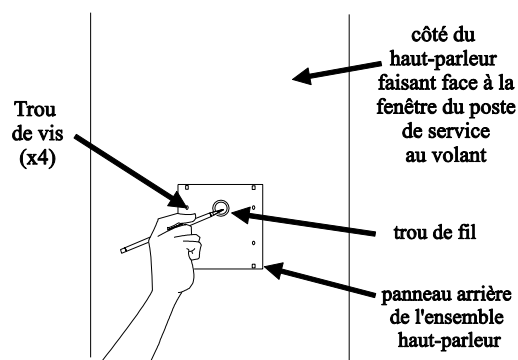

Figure 18. Faites une marque sur le poteau de haut-parleur ou le panneau de menu à travers le trou de fil du panneau arrière du haut-parleur SP2500LP
- Maintenez le panneau arrière du SP2500LP à plat contre la surface du poteau de haut-parleur ou du panneau de menu, à l'emplacement désiré pour l'installation, tel qu'illustré à la Figure 18. Utilisez un crayon pour marquer le poteau de haut-parleur à travers le trou du fil dans le panneau. Retirez le panneau et mettez-le de côté. Percez un trou pour le fil de ¼ pouce (6 mm) à l'emplacement de la marque.